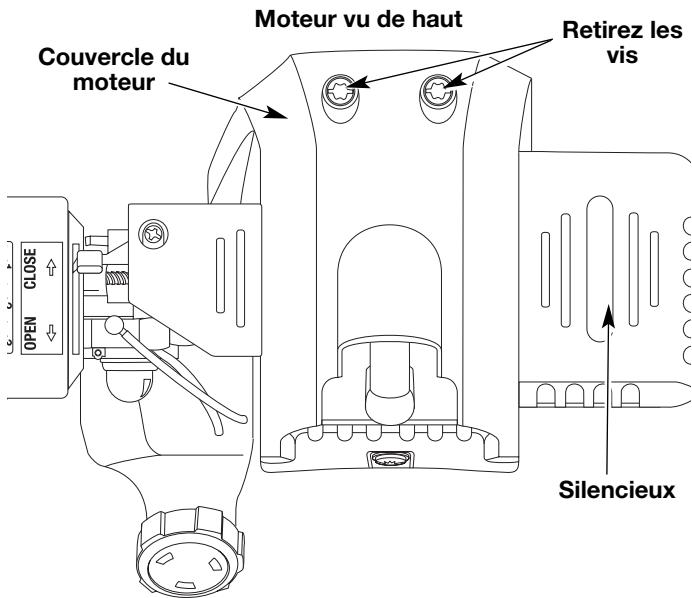

Fig. 23
- 1. Enlevez les deux vis (2) du haut du couvercle du moteur à l'aide d'un tournevis à lame plate ou T-25 Torx (Fig. 23).